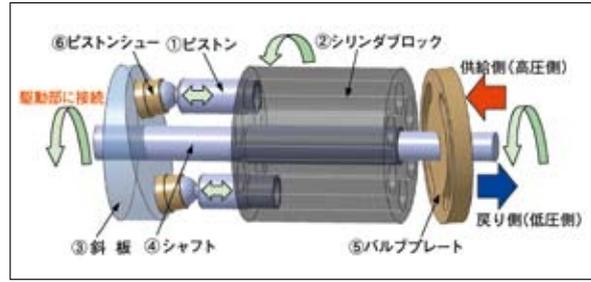

図 20 水圧モータの動作原理図
その穴には、その数だけピストン①が挿入されています。そのピストンはシリンダブロックの回転とともにその先端部がある角度をもった斜板③の上で滑りながら回転します。ピストンが斜板に沿って、下から上へ回転する時に水を吸い込み、上から下へ回転する時に水が高圧となって、吐き出し口から供給されます。図 20 のモータはポンプの作用と全く逆動作を行います。ポンプによって吐き出された高圧水はモータの図中のピストンに